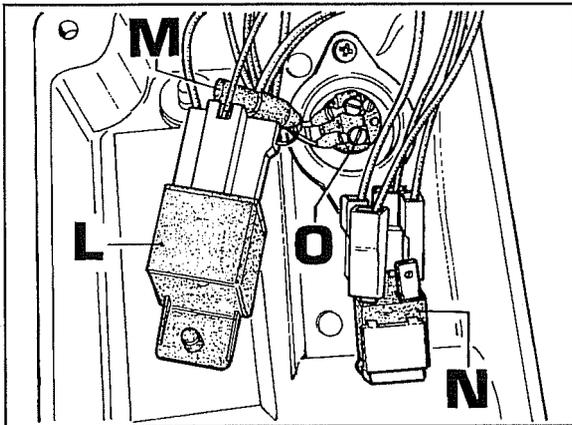

Abb. 9
5. Wenn man an der Schaltbrücke, die weiter oben beschrieben ist, keinen Strom messen kann, ist mit dem Testgerät die Funktionstüchtigkeit des Schalters für Heben und Senken **N**, des Relais **L**, der Diode **M** und des Sicherheitsschalters **O** zu prüfen, die in Abb. 9 dargestellt sind, und zwar unter dem Träger, der auf dem rechten Kotflügel der Plattform montiert ist.